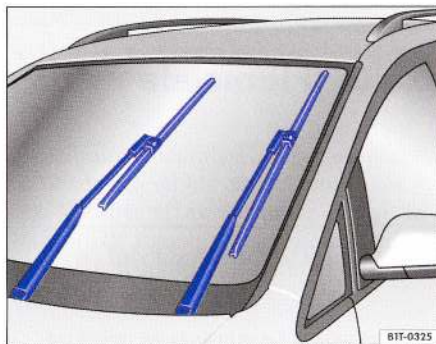

Fig. 18 Ștergătorul de parbriz în poziția de service.
- Deplasați maneta ștergătoarelor scurt în jos. Ștergătoarele vor intra în poziția service ⇒ fig. 18.